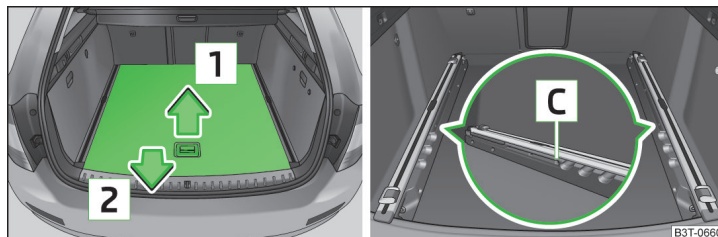

Fig. 113 Maletero: sacar parcialmente el suelo de carga variable.
- Agarrar la parte posterior del suelo de carga variable por el tirador y levantar ligeramente en el sentido de la flecha **1** » fig. 113.
- Agarrar la parte posterior del suelo de carga variable por el tirador y levantar ligeramente en el sentido de la flecha **1** » fig. 113 de la página 110.